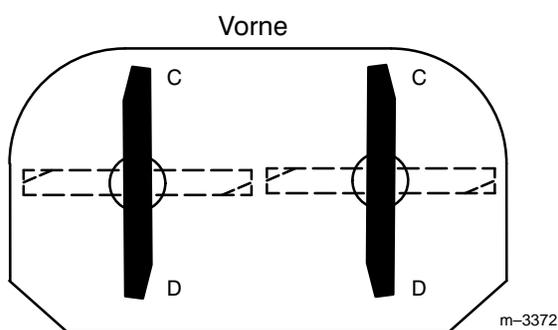
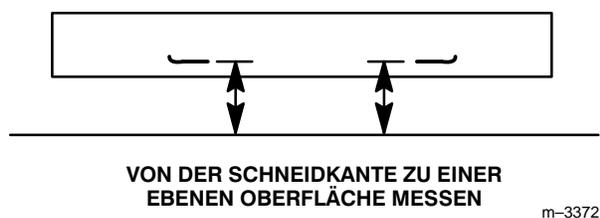

Abbildung 63
Abbildung 64
2. Die Schnittmesser in gerader Linie ausrichten (Abb. 63). An Position "C" und "D" (Abb. 63) von einer ebenen Oberfläche zur Schneidkante der Messer messen (Abb. 64).